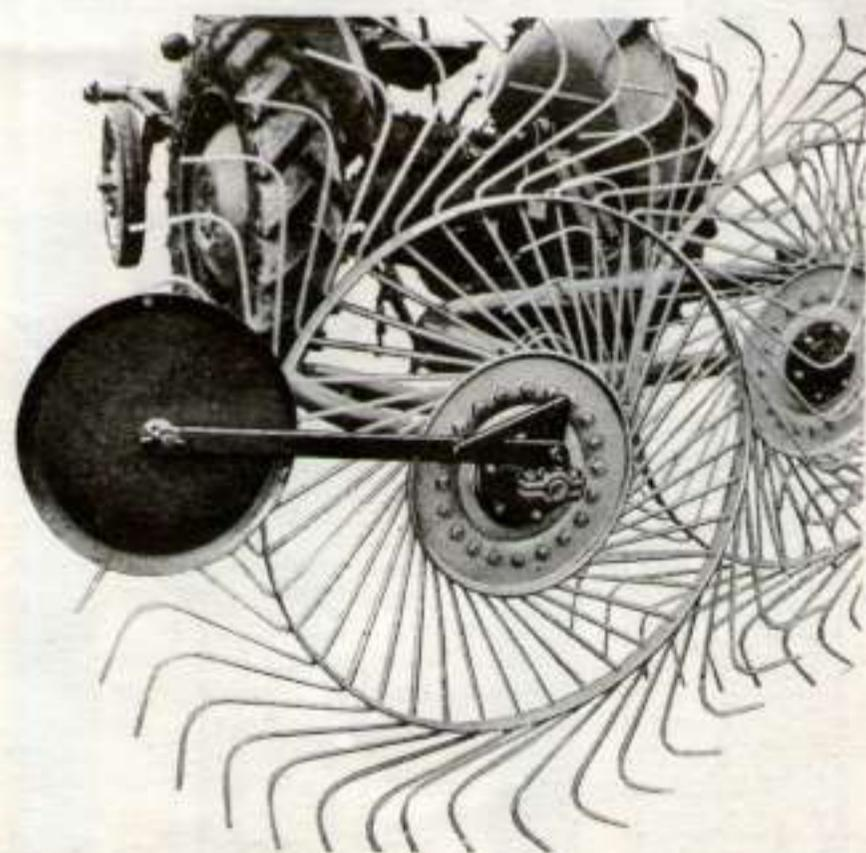

Fig. 14 - VUE ARRIERE DU 4ème DISQUE EQUIPE DE SON DEFLECTEUR ROTATIF
- 6°) - Dans le cas où le déflecteur rotatif serait livré : celui-ci se monte toujours sur l'extrémité de l'axe du quatrième disque plus long que les autres. Ce déflecteur a pour rôle d'éviter par grand vent l'enroulement de la récolte sur le dernier disque. Fig. 14.